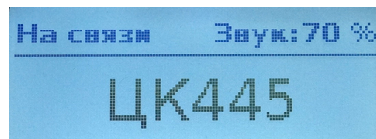

Рисунок 7 - Главный экран
Примечание - Регулировка громкости осуществляется при отображении главного экрана (см. рис.7). Если нет, то вернуться на главный экран нажатием кнопки **P2**.
2.3.1.3 После осуществления инициализации и установления связи между блоками КДУ и КУРС (около 1 минуты), индикатор «Готов» на блоке КДУ изменит цвет на зеленый, индикатор «Связь ДТ» на блоке КДУ засветится зеленым цветом, а на дисплее микрофона-манипулятора появится номер, установленного на стационарной радиостанции канала, надпись «На связи» и текущий уровень громкости в виде «Звук:70%» (см. рис.7).
Подсоединить кабель РС АДЕМ.685611.004 (поз.7 рис.1) одним концом к разъему «РС» блока КУРС (поз.7 рис.7), а другим концом - к 26-ти контактному интерфейсному разъему на задней панели приемопередатчика стационарной радиостанции «ЭРИКА-160». При подключении наконечника на отдельном красном проводе кабеля РС АДЕМ.685611.004 к выходной клемме «+» блока питания стационарной цифровой радиостанции «ЭРИКА-160», приемопередатчик будет автоматически включаться при включении блока питания.
Подключите разъем «Сеть» (поз.9 рис.7) блока КУРС к IP-сети, используя кабель интерфейсный АДЕМ.685611.005 (поз.6 рис.1).